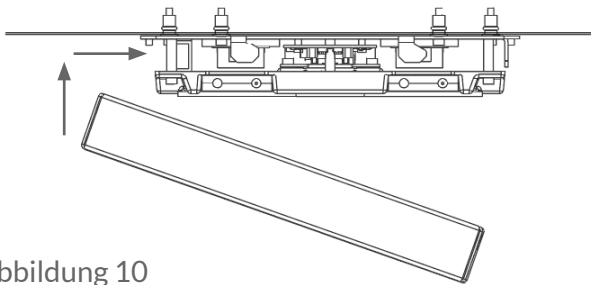
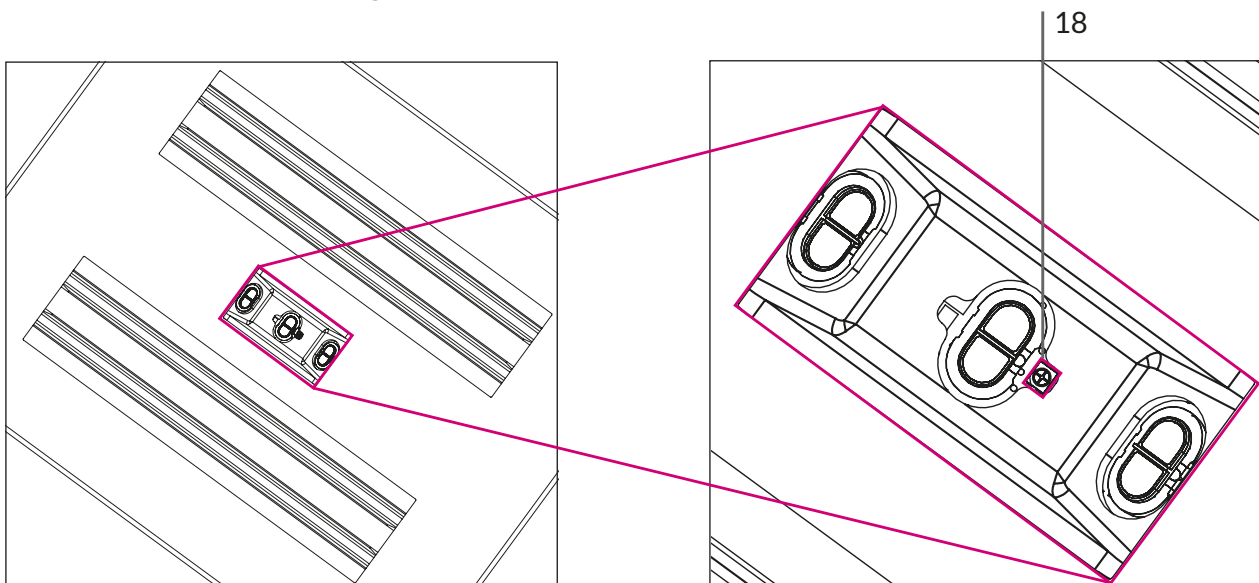

Abbildung 10
Abbildung 16
5. Haube schließen. (Siehe Abbildung 10 bis 13.)
6. Beim fixieren der Haube darauf achten, dass die verliersicheren Schrauben(16) bis zum Anschlag angezogen sind.
7. Kabine/Raum verlassen, Raum- / Kabinentür offen halten. Den Bereich vor der Raum- / Kabinentür nicht betreten. So positionieren, dass die Status-LED gesehen wird. Warten bis die LED rot aufleuchtet. (Siehe Abbildung 16 und 18.)
Wenn die Status-LED nicht gelb leuchtet, den Kalibriervorgang neu starten. Um den Kalibriervorgang neu zu starten, die Kabine betreten und den Sensor mit der Hand vollständig abdecken.(Siehe Abbildung 16 und 18.) Anschließend leuchtet die Status-LED blau auf. Kabine / Raum verlassen und wie in Punkt 7 fortfahren.
Haube abnehmen (siehe Abbildung 10 bis 13).